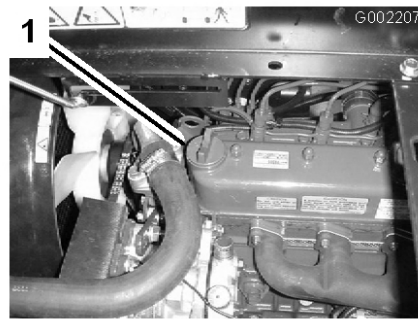

図 39
3. 油量が少なければ、バルブ・カバーの上についている補給口（図 39）を開け、ディップスティックの Full マークまでオイルを補給する；オイルの種類や粘度の選択については「エンジン・オイルについて」を参照。補給するときは、ディップスティックで確認しながら少量ずつ入れてください。入れすぎないように注意してください。